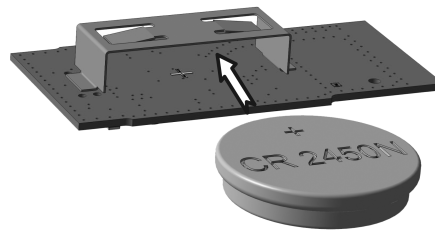

рисунок 4: Установка аккумулятора
- Вставить аккумулятор в держатель (рисунок 4). При этом соблюдать полярность: положительный полюс аккумулятора должен находиться вверху.